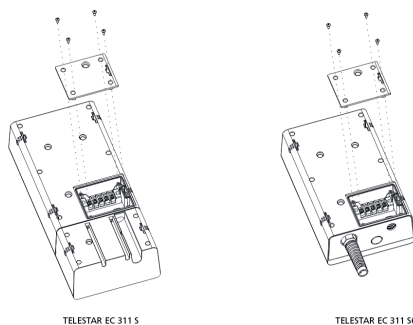

Fig. 8 : couvercle de connecteur fixe
1. Retirez le couvercle du boîtier de protection (Figure 8).
3. Installez le couvercle du boîtier de protection à nouveau (Figure 8).